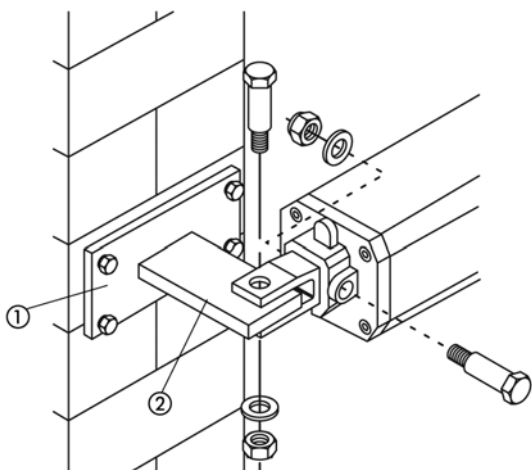

Рис. 6
- На железных столбах приварите заднее крепление (см. п.2 на Рис. 6) непосредственно к столбу.
Б) прикрепите с помощью анкерных болтов заднюю крепежную пластину (см. Рис.6) к столбу, а затем осторожно приварите заднее крепление к пластине, как показано на Рис. 6.
- 2) Прикрепите привод к заднему кронштейну крепления с помощью прилагаемых винтов (Рис. 6), при этом установите обходные винты по направлению вверх и выпускные винты по направлению к земле.